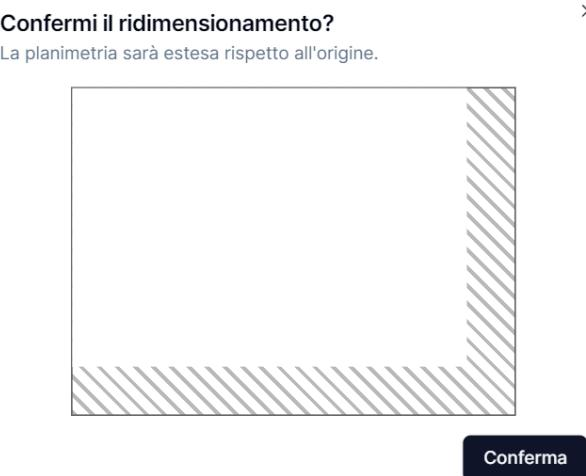

Figura 42 Anteprima ridimensionamento
- 3) salvare le modifiche premendo il pulsante **Salva** presente sotto la casella relativa a "Lunghezza". Alla sua pressione verrà mostrato il pannello di anteprima presente in Figura 42, che mostra in bianco il piano attuale e tratteggiata l'estensione che si vuole apportare;